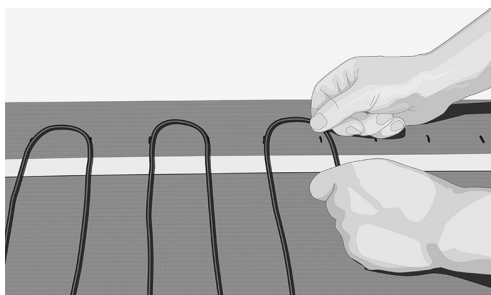

Fig. 11. Udlæg kabel i henhold til CC-markeringen
9. Udlæg varmekablet og fastgør løbende (fig. 11)